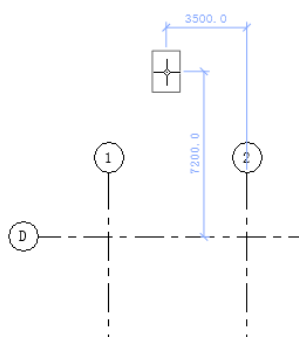

图 10-17 放置独立基础 (1)
- (2) 在“属性”选项板中选择独立基础类型。
- (3) 在平面视图中任意位置单击放置自由独立基础，如图 10-17 所示。